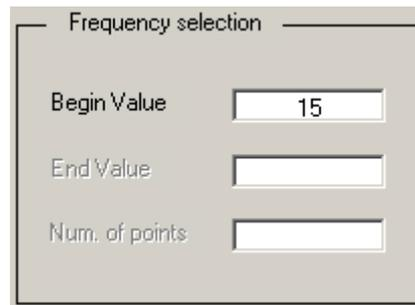

Рисунок. 4.4. Окно *Frequency selection*
5. Если выбран режим *One Frequency / All Components & Nodes*, то в окне *Frequency selection* (рис. 4.4) останется активной только строка *Begin Value*. В ней необходимо указать значение частоты входного сигнала, на котором будет произведен расчет.